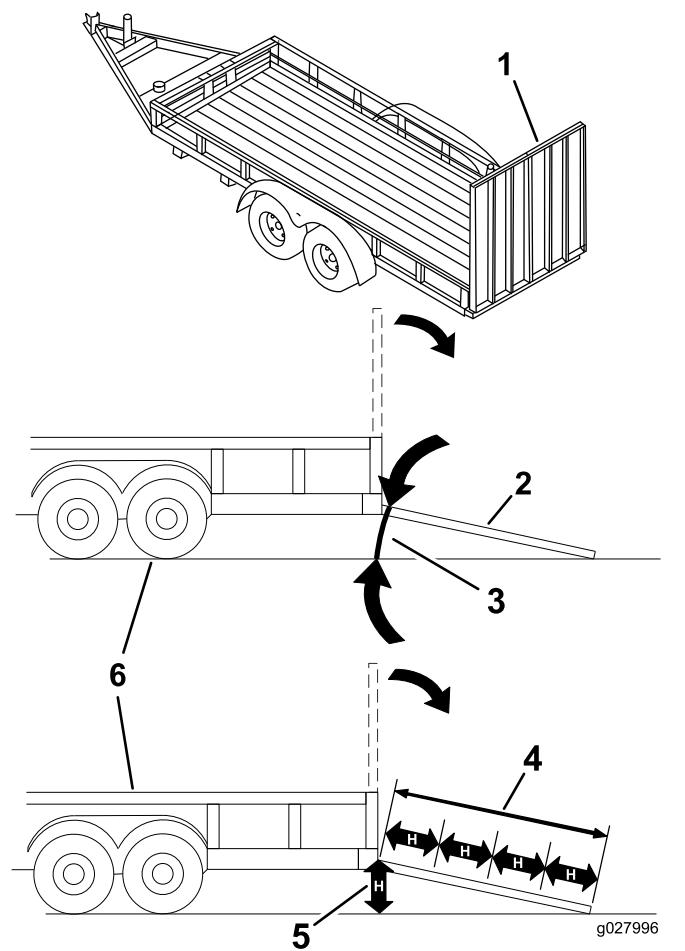

Figura 41
Quando si carica la macchina su un trailer o un autocarro si aumenta il rischio di ribaltamento, che può causare gravi ferite ed anche la morte (Figura 41).
3. Abbassate la rampa, assicurandovi che l'angolazione tra la rampa e il terreno non superi 15 gradi (Figura 41).
1. Abbassate la rampa, assicurandovi che l'angolazione tra la rampa e il terreno non superi 15 gradi (Figura 41).